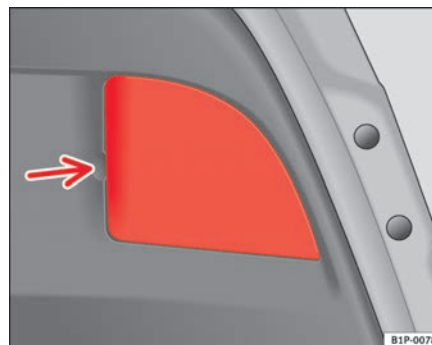

Abb. 171 Leuchten an der Heckklappe
- Den Deckel abziehen. Siehe Pfeil ⇒ Seite 259, Abb. 171.